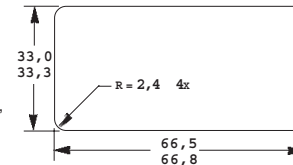

Fig. 1
- Ce module Circuit GuardMD est classé Type 3R (étanche à la pluie) s'il est monté selon les directives qui suivent dans un boîtier, une boîte murale avec couvercle ou plaque murale ou un panneau homologué Type 3R ou pour endroits humides ou mouillés. Lorsque ce module Circuit GuardMD est monté sur un panneau hors série en remplacement d'une plaque murale ou d'un couvercle IDALT standard, les dimensions de l'ouverture à pratiquer pour la face du module Circuit GuardMD sont données en millimètres à la **Figure 1**.